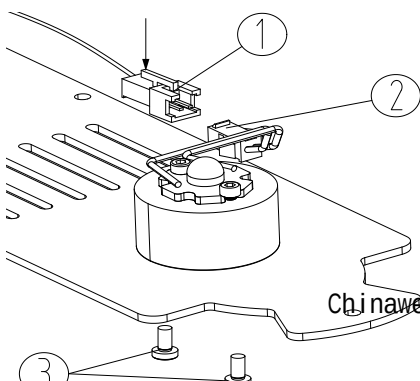

Figure 5
remplacez-les par un nouveau groupe LED. Fixez le groupe LED avec ces deux vis, branchez le connecteur② dans la prise①, puis remettez le groupe inférieur en place comme prévu (voir la figure 5).